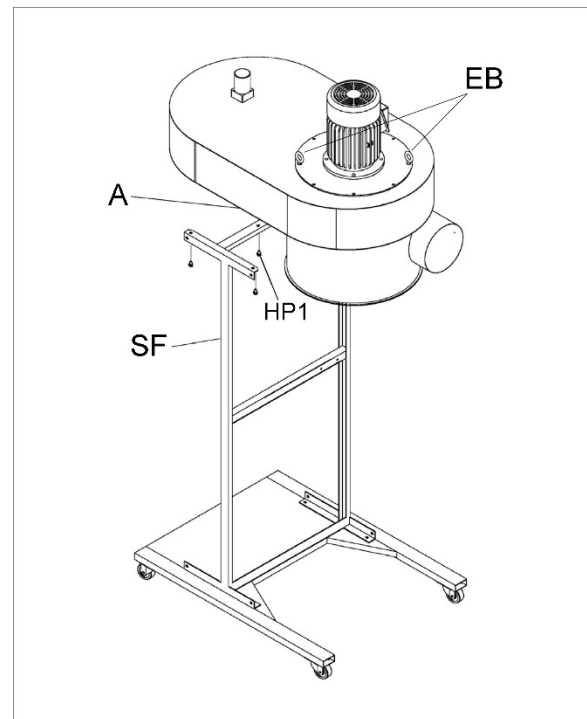

Figure 5
3. Utilisez un treuil avec des sangles/crochets glissés à travers les boulons à oeil (EB, Figure 5) afin de surélever l'assemblage du boîtier.
4. Positionnez le boîtier principal (A, Figure 5) sur le cadre de support (SF) et fixez avec les écrous hexagonaux à embase (HP1).